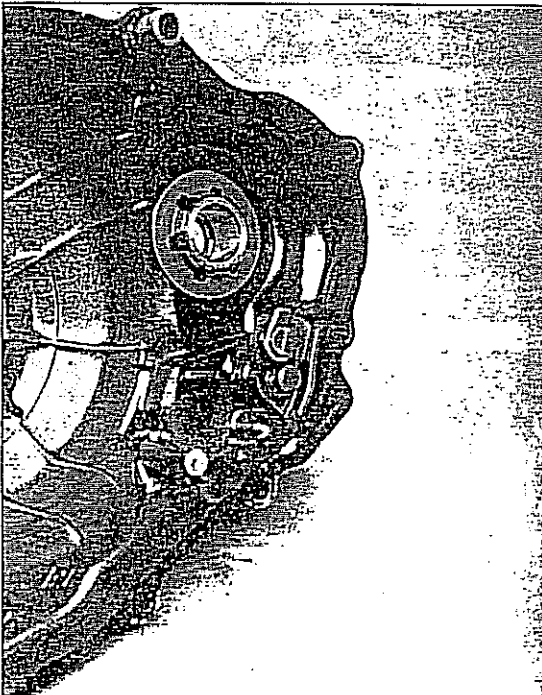

Bild 258 ▶
- Dekompressionszug installieren und einstellen: mit Hilfe des Einstellgewindes im Zug Spiel auf 0,5 mm einstellen (Kolbenstellung: Verbrennungs-OT), siehe Bild 258.